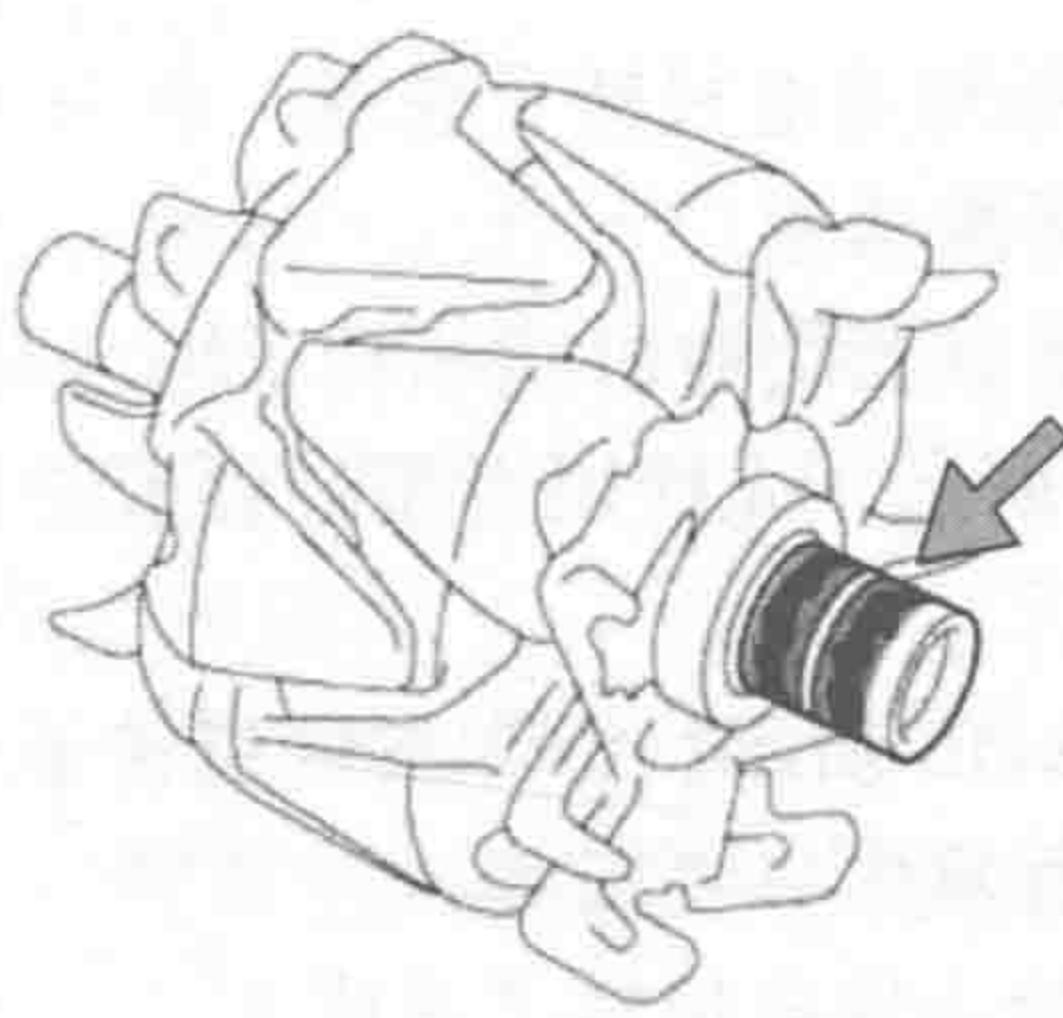

图 1-16 目视检查发电机转子总成
- 1) 目视检查：如图 1-16 所示，检查集电环变脏或烧蚀的程度。